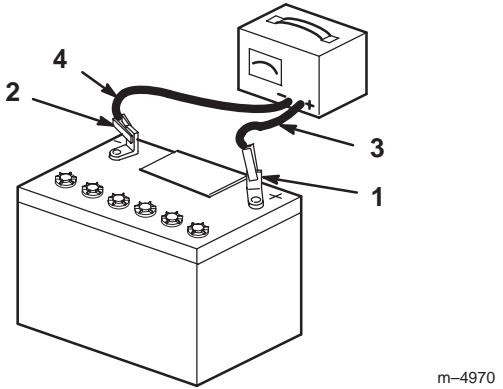

Figure 77
- Quand la batterie est chargée au maximum, débranchez le chargeur de la prise, puis débranchez les fils du chargeur des bornes de la batterie (Fig. 77).